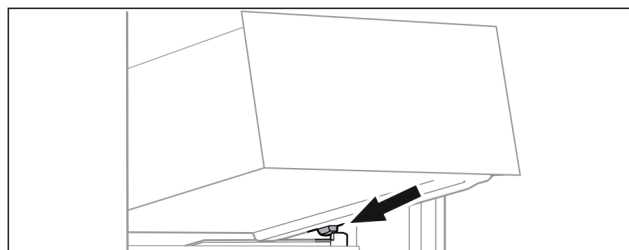

Fig. 119
- ▶ Helyezze a fiókot ferdén az ütközők mögé, a tartóbordára. (lásd Fig. 119)